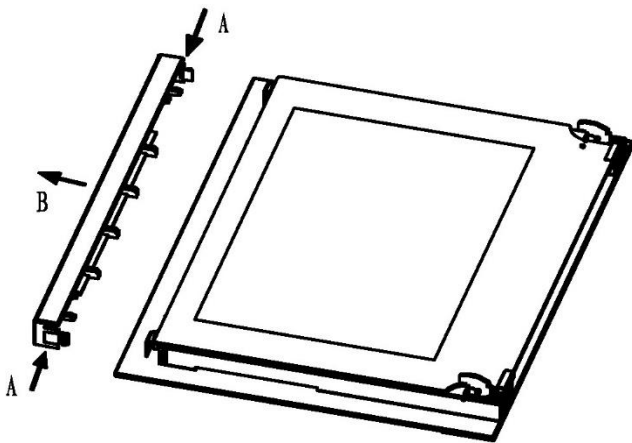

Abb. 1
1. Drücken Sie die Tasten rechts und links an der Tür und nehmen Sie den oberen Rahmen ab. (Abb. 1)